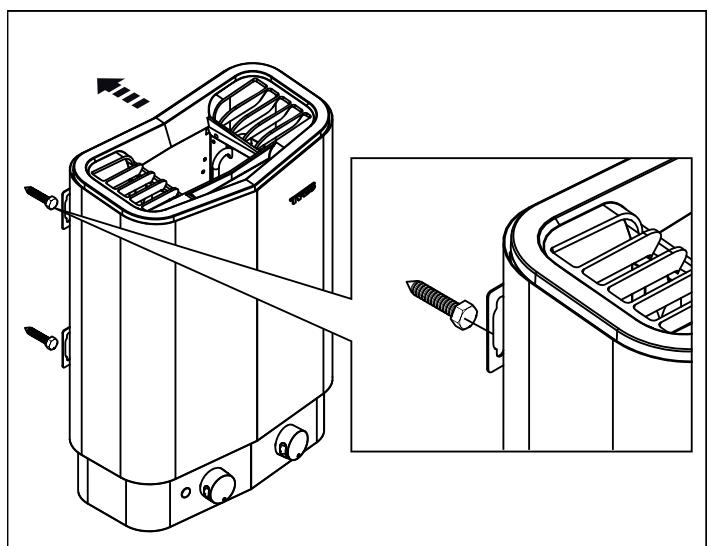

Figure 9 : suspension du poêle
7. Suspenez le poêle sur les vis (voir Figure 9).